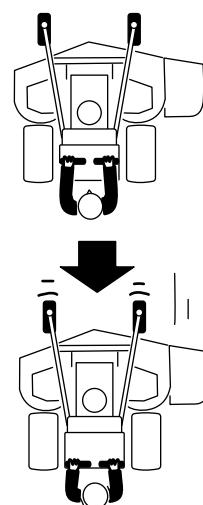

Figura 16
2. Tire lentamente de las palancas de control de movimiento hacia atrás (Figura 16).